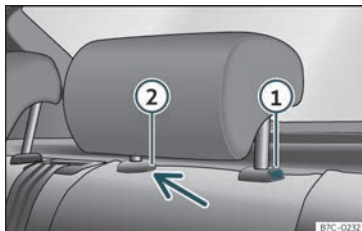

Fig. 101 Reposacaps del darrere:desmuntatge.
- Premeu la tecla »» fig. 101 ① i, prement alhora per l'orifici del fiador ② amb un tornavís pla de màxim 5 mm d'amplada, traiu el reposacaps.